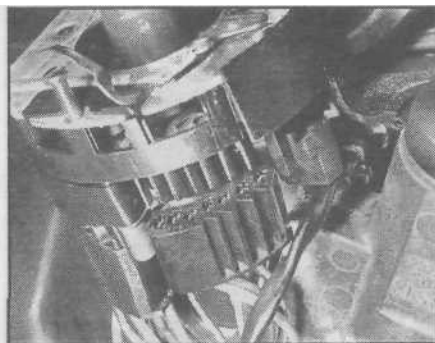

Рис. 12.5. Колодка разъема комбинации выключателей
- 5 Отсоедините колодку разъема (см. рис. 12.5).